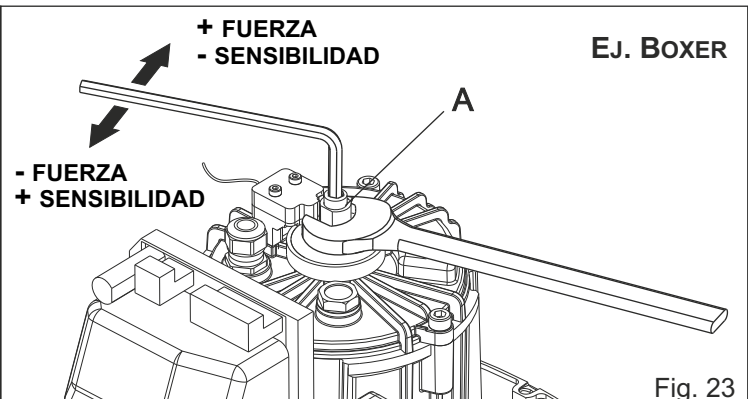

Fig. 23
9.2. Para regular la fricción operar en el tornillo sin cabeza «A» (Fig. 23) en el modo siguiente: